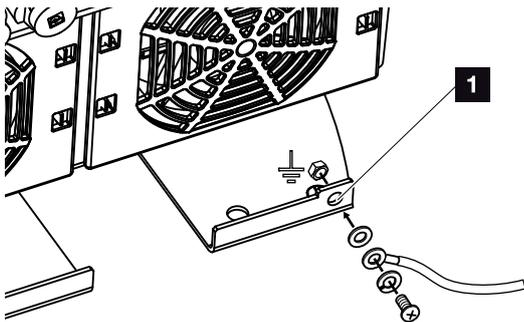

Fig. 25: Connessione PE esterna specifica del paese
gnato sull'involucro (esterno). Fig. 25, pos. 1